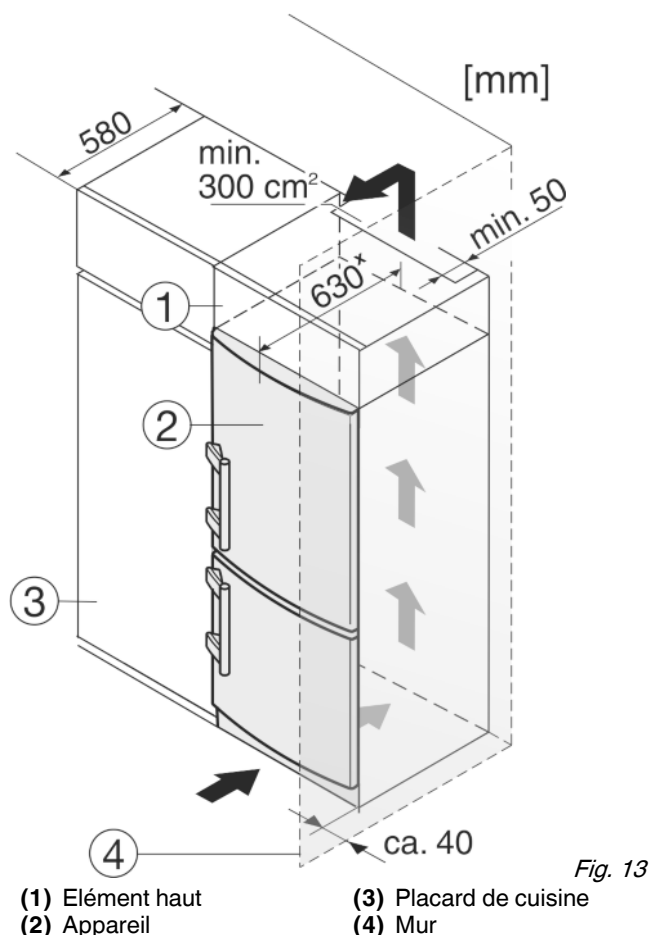

Fig. 13
L'appareil peut être entouré de meubles de cuisine. Pour adapter l'appareil Fig. 13 (2) à la hauteur des placards de la cuisine intégrée, on peut placer un élément haut Fig. 13 (1) au-dessus de l'appareil.
Lors de la transformation avec des placards de cuisine (profondeur max. 580 mm), l'appareil peut être placé directement à côté du placard de cuisine Fig. 13 (3). L'appareil dépasse latéralement de 34 mm^x et de 50 mm^x au centre de l'appareil par rapport à la face avant du placard de cuisine.
Si l'appareil est installé avec les charnières à côté d'un mur Fig. 13 (4), la distance entre l'appareil et le mur doit être de 40 mm min. Ceci correspond à la saillie de la poignée lorsque la porte est ouverte.